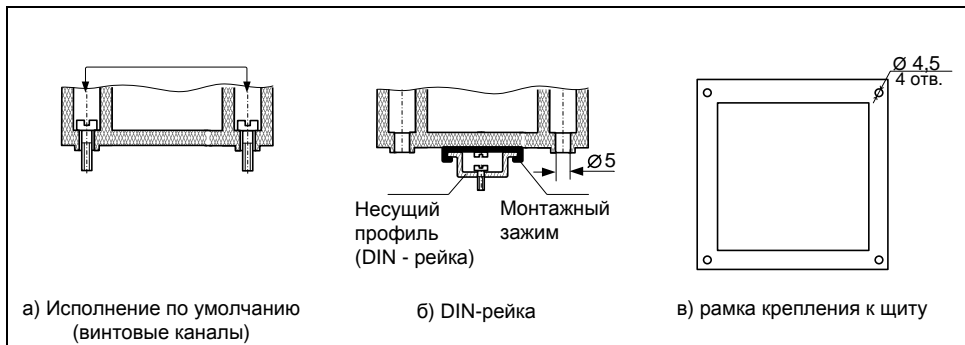

Рисунок 4
3.5.2 Крепление сигнализатора осуществляется через четыре винтовых канала (рисунок 4а), расположенных по углам корпуса (115x79). Предварительно необходимо снять лицевую панель сигнализатора, отвернув четыре винта.
3.5.3 Сигнализатор, оснащаемый по заказу монтажным зажимом (DIN-рейка), может крепиться к несущему профилю TS35/7.5 (TS35/15) (рисунок 4б).
3.5.4 Для крепления врезкой в щит сигнализатор может поставляться (по заказу) с рамкой крепления к щиту. Крепежные отверстия диаметром 4,5 мм в рамке (рисунок 4в).